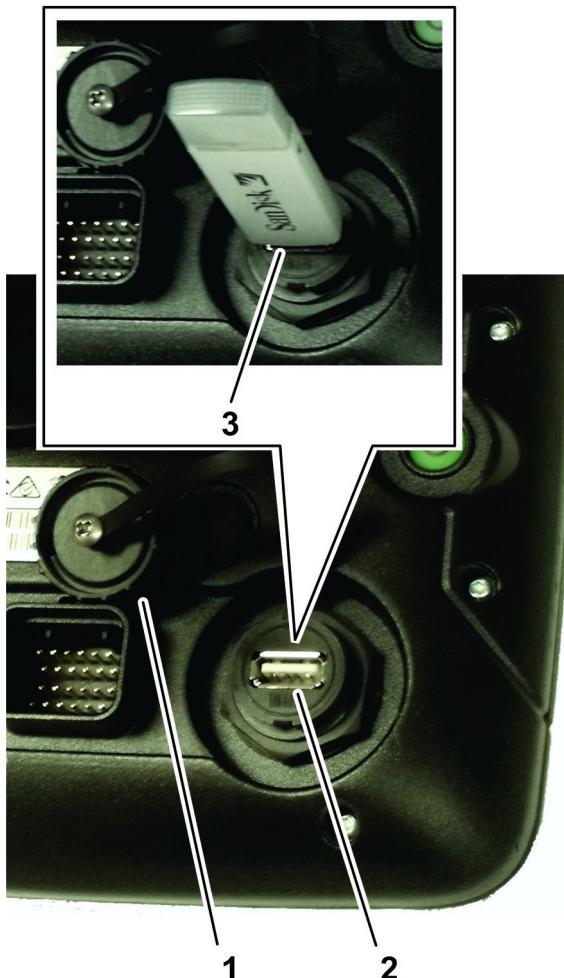

Figura 22
- Rimuovete il tappo della porta USB situata sotto il pulsante di accensione (Figura 22).
2. Inserite un dispositivo di archiviazione USB nella presa USB (Figura 22).